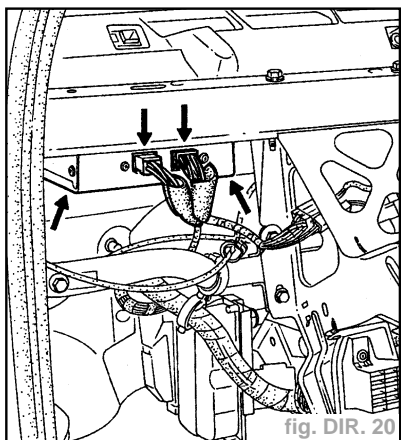

fig. DIR. 20
- Débrancher les connecteurs **4 voies** et **16 voies** (fig. DIR. 20).